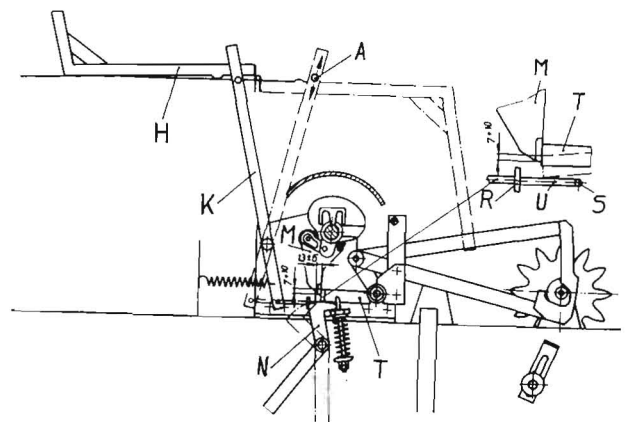

Bild 51
Die Knüpfersperre erfüllt den Zweck, daß bei hochgeschwenkter Knüpfersperre (H) und damit Betätigung des Sperrhebels (K) nach vorn die Schaltung und somit der Knüpfersperreblockiert ist. Bei Auflage der Schaltangel (T) auf dem Schieber (U) muß die Überdeckung zwischen Schaltklinke (M) und Schaltangel (T)  $7 \pm 10$  mm betragen (Bild 51). Arbeiten an der Bindeeinrichtung dürfen erst durchgeführt werden, wenn dieser Zustand hergestellt ist. Zusätzlich sind der Traktormotor abzustellen und die Zapfwelle auszukuppeln.
Bei Anlage des abgewinkelten Schenkels (S) des Schiebers (U) am Halter (R) ist der Anschlag (A) am Sperrhebel (K) so einzustellen, daß er auf der Knüpfersperre (H), gestrichelte Stellung) aufliegt (Bild 51).